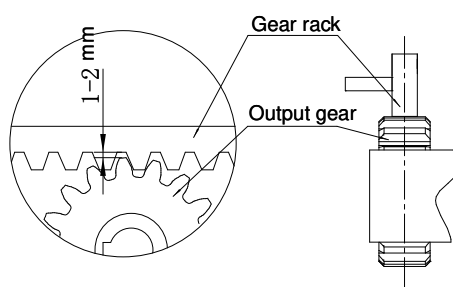

Figura 5
c) desbloquee el equipo antes de la instalación liberando la palanca de desbloqueo con la llave y girándola 90° como lo muestra la Figura 5. Con esta operación el piñón del equipo queda totalmente libre.
La holgura necesaria entre el Piñón y la Cremallera se muestra en figura 5 abajo: